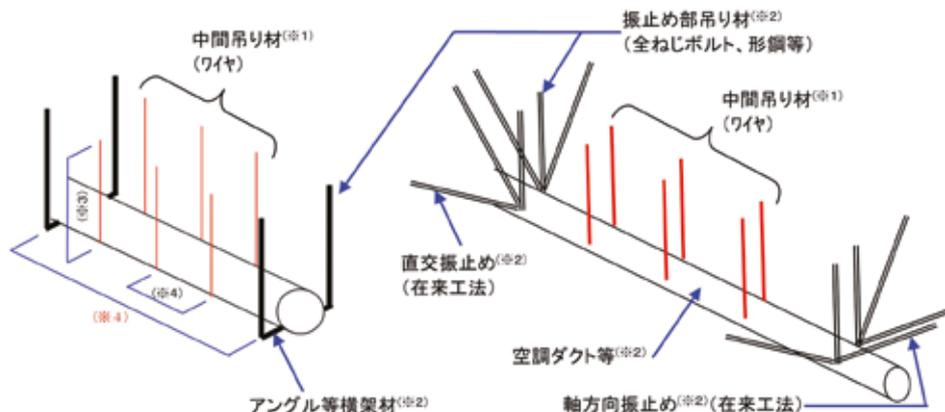

図1 評価範囲
- 吊り高さは、0.2~2 mの範囲で使用すること（図1※3参照）
- 吊りピッチは、公共建築標準仕様書等の広く用いられている仕様書等を基準にすること（図1※4参照）
- 評価の対象となる部材は中間吊り材（ワイヤ留め付け金具および端末金具を含むワイヤ）（図1※1参照）
- 被支持材・アンカー・振れ止め部材等は評価の対象外（図1※2参照）